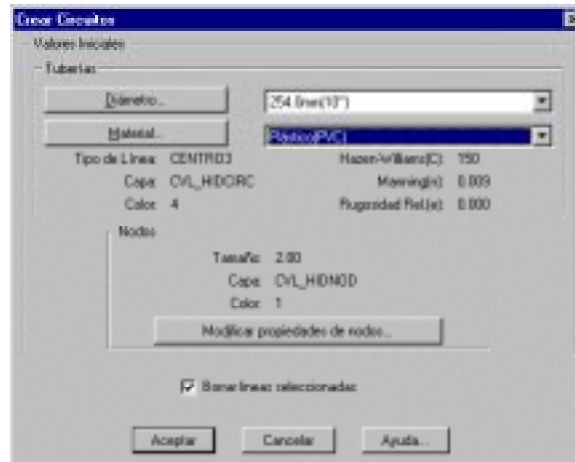

Fig. 37: Caja de diálogo para reconocer circuitos
3. Active la rutina para reconocer circuitos (CivilCAD→ Módulos→ Redes de agua potable→Circuitos → Reconocer). Indique diámetro de tubería de 25.4mm(10") y material P.V.C. en la caja de diálogo (fig. 37)
5. Utilice la rutina para numerar nodos (CivilCAD→ Módulos→ Redes de agua potable→ Nodos→ Numerar). Acepte los valores propuestos en la caja de diálogo (Fig. 37). Indique el nodo más a la izquierda como el nodo inicial.